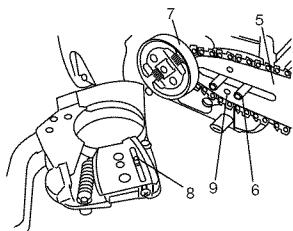

Fig. 3
- Instale la barra de cadena (5) en los tornillos (6), luego, empújela hacia la rueda dentada (7) lo más lejos posible. Asegúrese de que la cabecera del tornillo (8) de ajuste de tensión de cadena esté fija en el agujero de la barra (9). (Fig. 3)
Mover ligeramente la barra hacia adelante y atrás y asegurar que la masa del tensor de la cadena (8) quede correctamente ajustado en el orificio (9) de la barra. (Fig. 3)